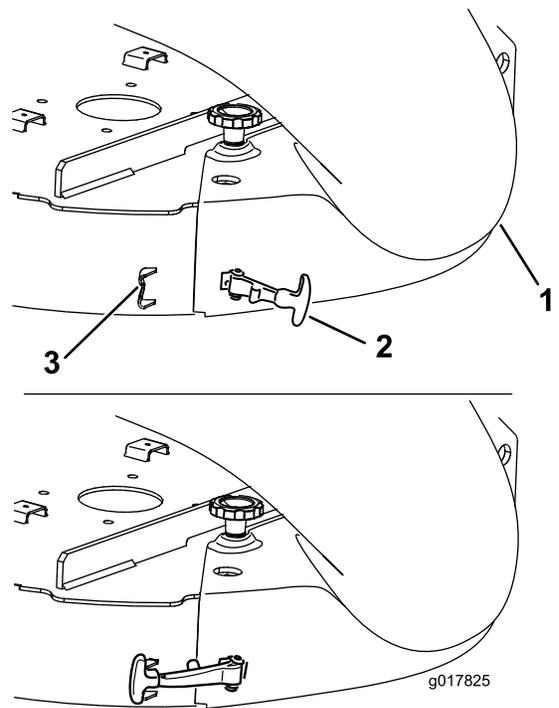

Figure 27
- 7. Accrochez le verrou flexible de la goulotte à la gâche soudée sur le tablier de coupe, à l'arrière de l'ouverture (Figure 27).